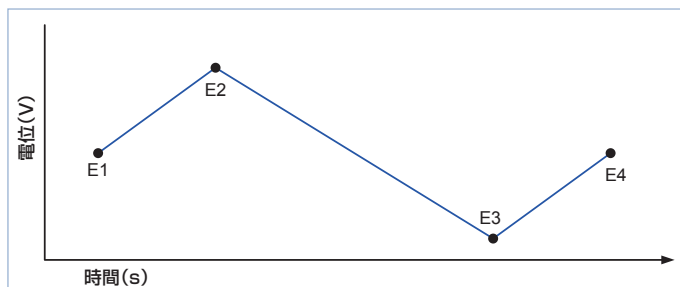

図8. サイクリック・ボルタンメトリの電位スイープ対時間の例
**電圧ピークの定義：**オープン回路電圧の測定後、電位スイープの電圧を定義する必要があります。これには、ピークの数、電圧の振幅、リファレンス電圧が含まれます。電圧のピークは4つまで選択でき、E1（またはE initial）、E2、E3、E4であり、図8に示す電位対時間のグラフようになります。この直線の傾きが、スイープで使用されるスキャン・レートになります。